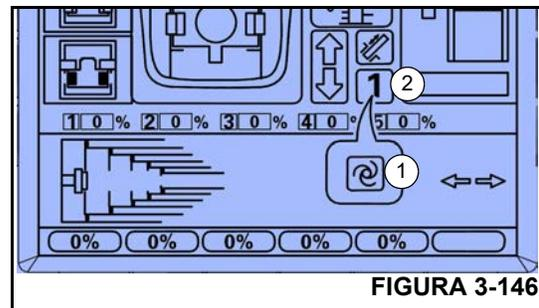

FIGURA 3-146
- Mueva la palanca de control a la posición cero. La pantalla (Figura 3-146) cambia del icono de telescopización automática (1) al icono de número de sección (2). La telescopización automática se desactiva.